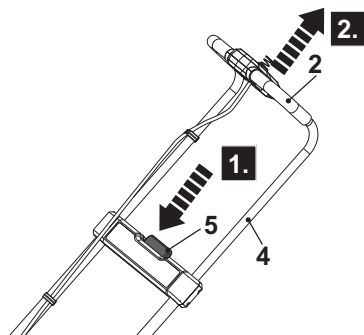
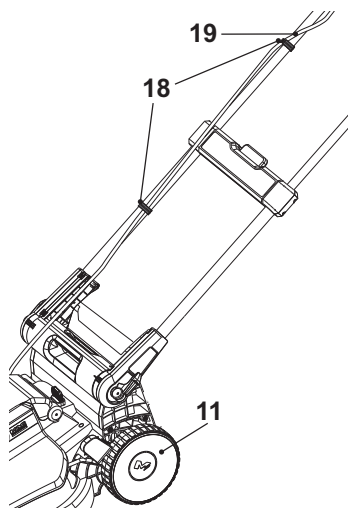

Fig. 3
Fig. 4
4. Appuyez sur le bouton de verrouillage (5) et maintenez-le enfoncé (Fig. 3, étape 1), puis saisissez le guidon (2) pour tirer la barre de guidon supérieure (4) (Fig. 3, étape 2).
5. Relâchez le bouton de verrouillage (5) et continuez à tirer la barre de guidon supérieure (4) jusqu'à ce que vous entendiez un « clic ».
6. Fixez le câble d'interconnexion (19) avec deux serre-câbles (18) (Fig. 4). Tirez le câble d'interconnexion (19) pour éviter tout contact avec la roue arrière (11) si nécessaire.